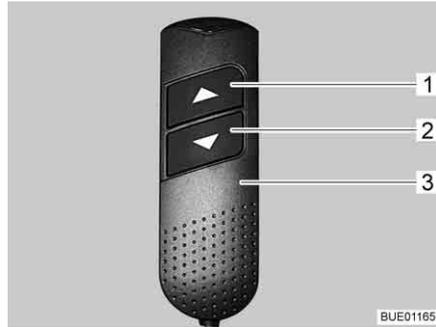

Fig. 105 Elemento de mando manual
- En el elemento de mando manual (Fig. 105,3), pulsar ambas teclas de flecha (Fig. 105,1 y 2) al mismo tiempo y mantenerlas pulsadas hasta que la cama elevada se haya desplazado completamente hacia arriba y se oiga un pío.
- En el elemento de mando manual (Fig. 105,3), pulsar la tecla de flecha (Fig. 105,2) y mantenerla pulsada hasta que la cama elevada se haya desplazado a la posición final inferior.
- En el elemento de mando manual (Fig. 105,3), pulsar la tecla de flecha (Fig. 105,1) y mantenerla pulsada hasta que la cama elevada se haya desplazado a la posición final superior.
- Tras el restablecimiento, con la tecla de flecha (Fig. 105,1 ó 2), desplazar la cama elevada en la dirección opuesta, hasta el tope final.